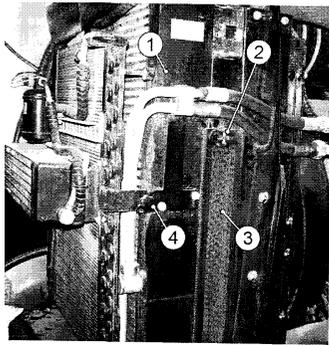

Рисунок 21- Подготовка к чистки радиаторов:
-поверните фиксатор 2, рисунок 21, крышки;